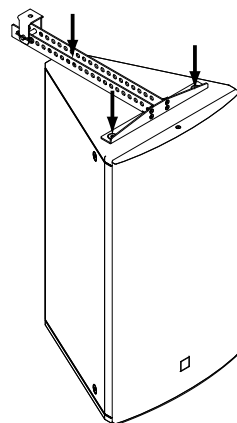

Abb. 2
3. Positionieren Sie nun den TB-R entsprechend der drei Löcher auf dem Deckel der Box und befestigen ihn mit den zuvor entfernten M10-Schrauben (Abb. 2).